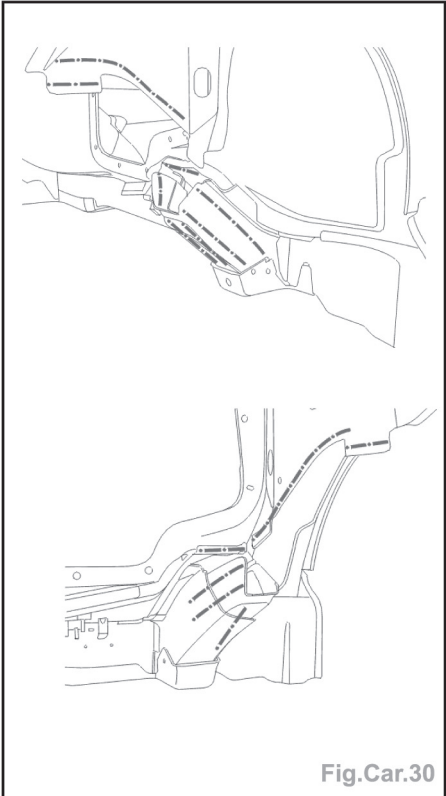

Fig.Car.30
- Préparer les bords d'accostage (Fig. Car.30).